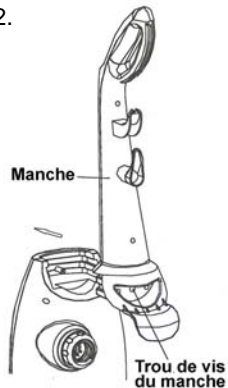

Fig. 2
2. Positionnez le manche comme à la fig. 2.